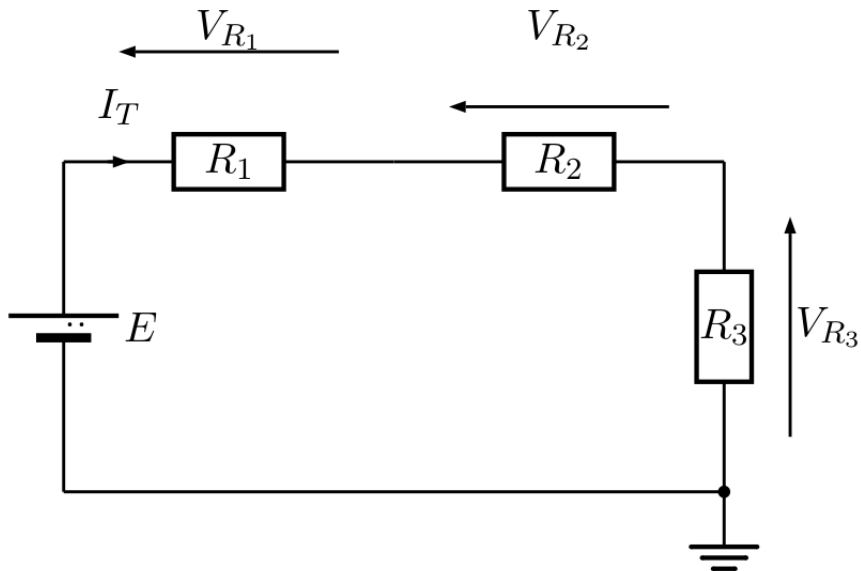

Figura 31: Circuito resistivo série
P.ex.: para o circuito da Figura 31, temos
- Monte o circuito apresentado na Figura 31 e preencha a Tabela 2.